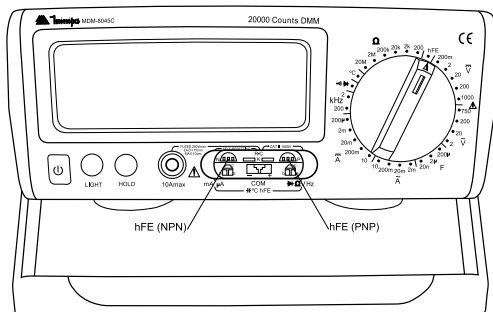

Figura 9
3. Conecte o transistor nos terminais indicados pela Figura 9 acima.